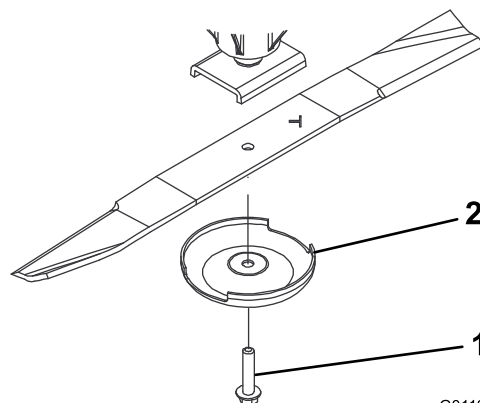

Рисунок 68
3. Снимите болт ножа, защитный колпак и нож с вала шпинделя (Рисунок 68).